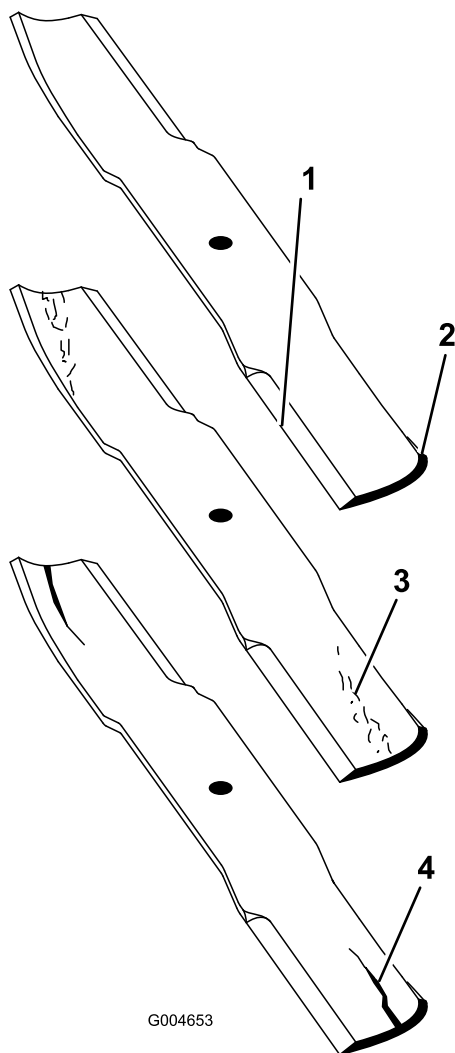

図 19
1. 刃先の部分を点検する(図 19)。刃先部分が鋭利でなかったり、打ち傷がある場合には、ブレードを外して研磨する。「ブレードの研磨」を参照。
2. ブレードを点検し、特にセール部をよく観察する(図 19)。破損、磨耗、割れの発生などがあれば(図 19)、直ちに新しいブレードに交換する。